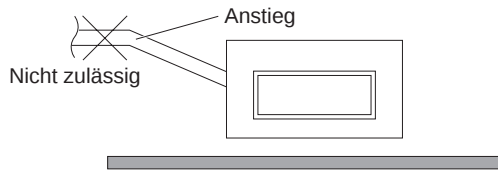

Abb. 3-16
- Das Rohr nicht so einbauen, dass es von der Anschlussstelle aus ansteigt. In diesem Fall fließt das Ablaufwasser zurück in das Gerät, was nach dem Ausschalten eine Undichtigkeit verursacht. (Abb. 3-16)